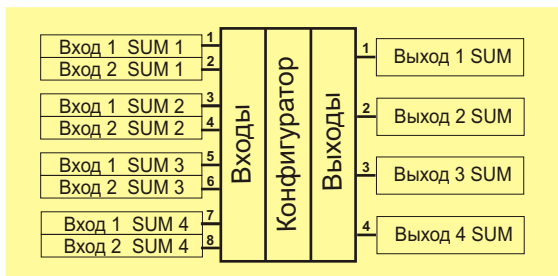

Рис. 40. Блок “Суммирование”, тип “2 SUM”
- **4-х элементным** (тип 2 SUM). В этом случае элемент состоит из 2-х входов и 1-го выхода. При этом, перед операцией суммирования, входные значения могут быть умножены на соответствующие коэффициенты k , а после суммирования, k полученному значению прибавляется константа Смещение. В данном типе установленное значение Смещение относится ко всем 4-м элементам блока, потому что применение этого типа целесообразно в случае, когда Смещение не применяется или имеет одинаковое значение для всех 4-х элементов блока (Рис. 40);